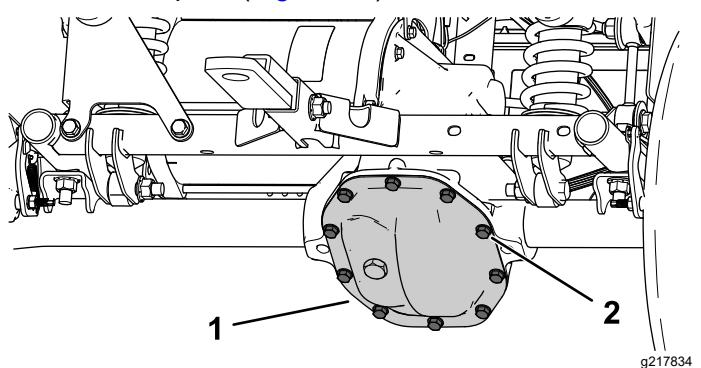

Figure 52
1. Placez un bac de vidange sous la protection de la boîte-pont (Figure 52).
2. Retirez les boulons de la protection de la boîte-pont moteur et vidangez tout le liquide (Figure 52).